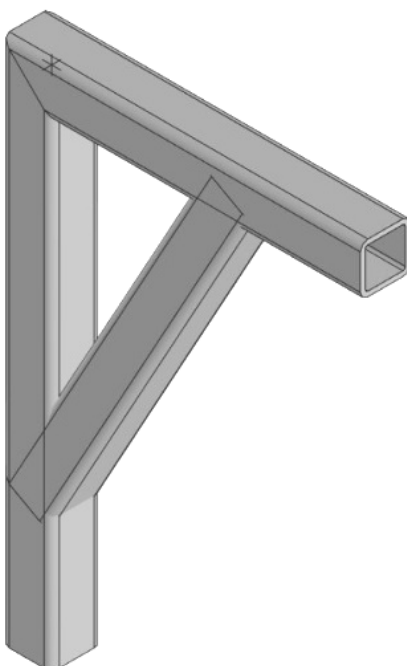

Рис. 11.7. Конструкция кронштейна с усилением в виде раскоса
7. Выполните команду **Профили по образующим** (панель **Металлоконструкции**). Задайте сортament – **Труба квадратная 30x30x3**. Результат выполнения операции представлен на рис. 11.7.